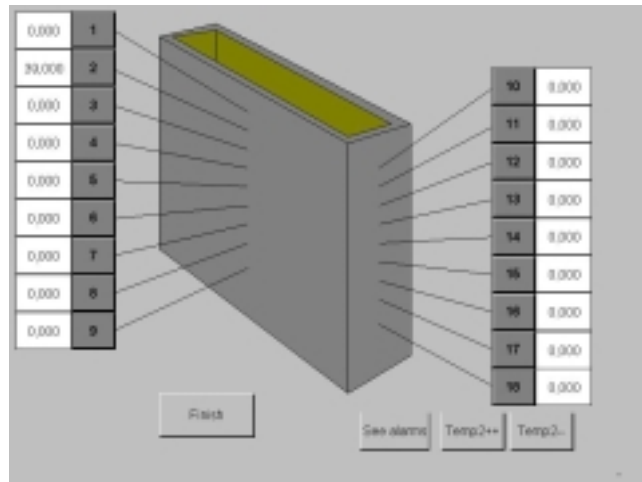

Fig. 12
- *Main*: Representa el molde y la posición de los termopares; para cada uno de ellos muestra la temperatura actual y dispone un botón para obtener la gráfica que representa la evolución temporal de la temperatura. En caso de alarma, la tabla de mensajes se superpone hasta que sea cerrada; esta tabla indica en qué termopar se ha sobrepasado la temperatura límite establecida (v. *Alarm Logging*), y la fecha y hora en la que ocurrió. Por último, la ventana *Main* permite desactivar el proyecto mediante la pulsación del botón de finalizar (Figs. 12 y 13).